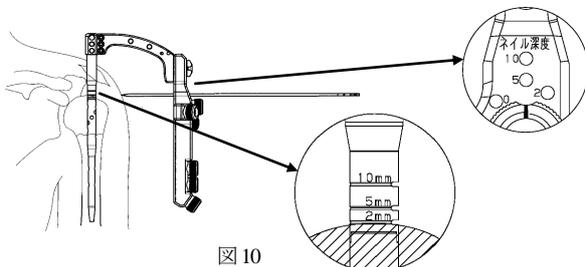

図 10
- 11) イメージインテンシファイヤー (X 線透視) を用いて少なくとも TD アームに設けられたノッチの1つ目 (2mm) まで挿入されるよう、ネイルの深度を確認します。(図 10)